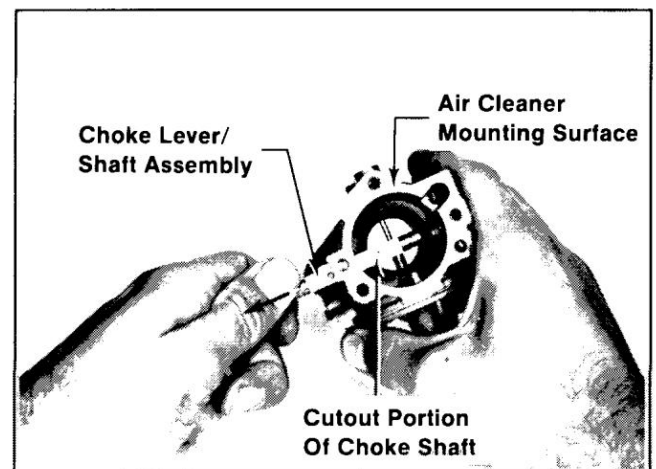

Figure 6-26. Retrait du levier/arbre du starter.
4. Faites tourner l'arbre du starter jusqu'à ce que la partie découpée de l'arbre soit face à la surface de montage du filtre à air (voir la Figure 6-26). Placez le corps du carburateur sur un établi avec le côté starter vers le bas. Retirez l'ensemble levier/arbre de starter du corps du carburateur ; la bille de détente et le ressort tomberont.